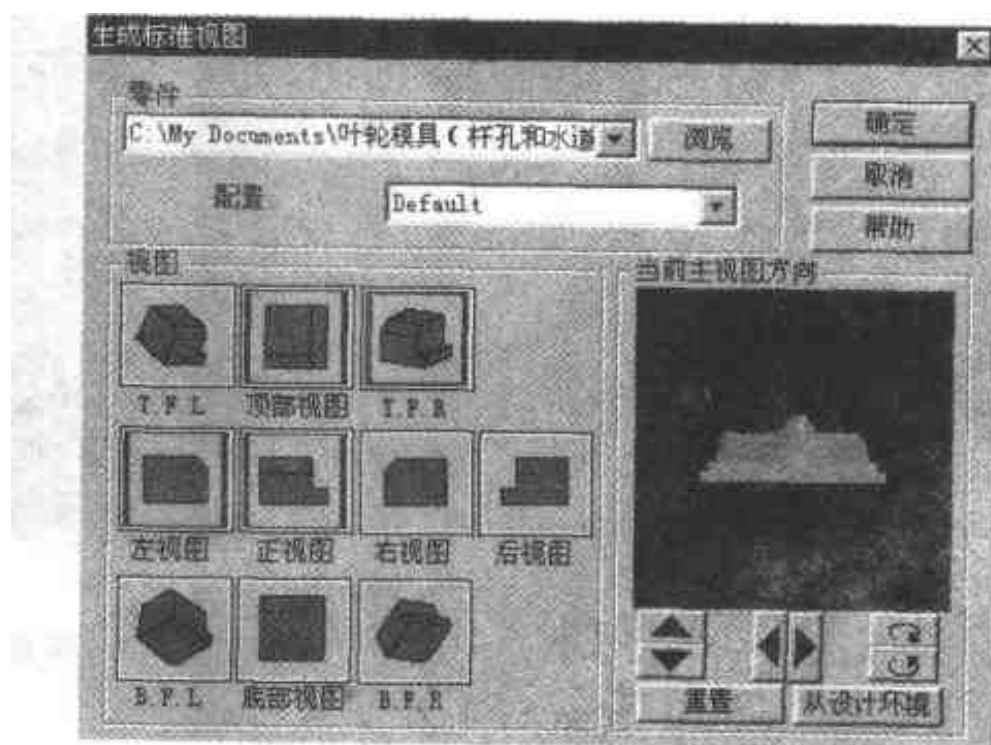

图 2.161 标准视图的选择
- (1) 保存好文件后选择【文件】|【绘图】命令，打开模板“A2.icd”，单击【标准视图】按钮，在打开的【生成标准视图】对话框中，设置必要的选项和调整当前主视图方向，如图 2.161 所示。